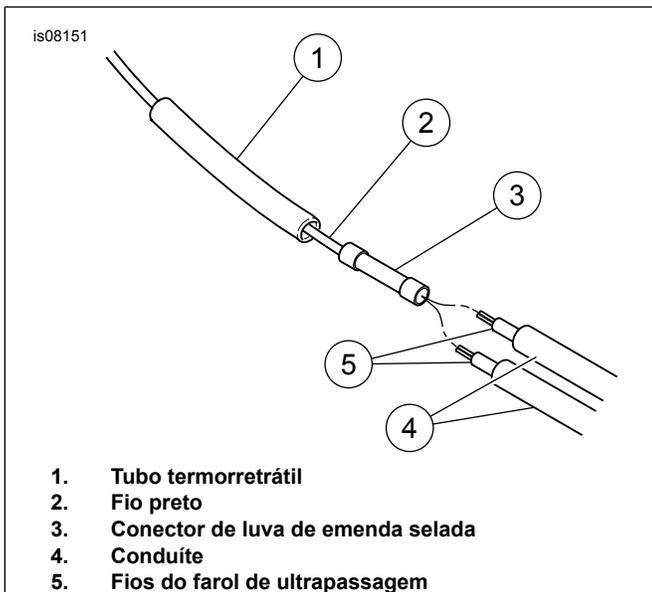

Figura 7. Conexão da fiação do farol de ultrapassagem
17. Veja Figura 7. Traga ambos os fios do farol de ultrapassagem para o conector. Corte os fios, deixando cerca de 25,4 mm (1 pol.) do fio além do conector de luva de emenda. Corte o conduto cerca de 38,1 mm (1-1/2 pol.) a partir da extremidade do fio.
22. Consulte Figura 7. Traga ambos os fios do farol de ultrapassagem para o conector. Corte os fios, deixando cerca de 25,4 mm (1 pol.) do fio para ultrapassar o conector de emenda selada. Corte o conduíte cerca de 38,1 mm (1-1/2 pol.) antes da extremidade do fio.